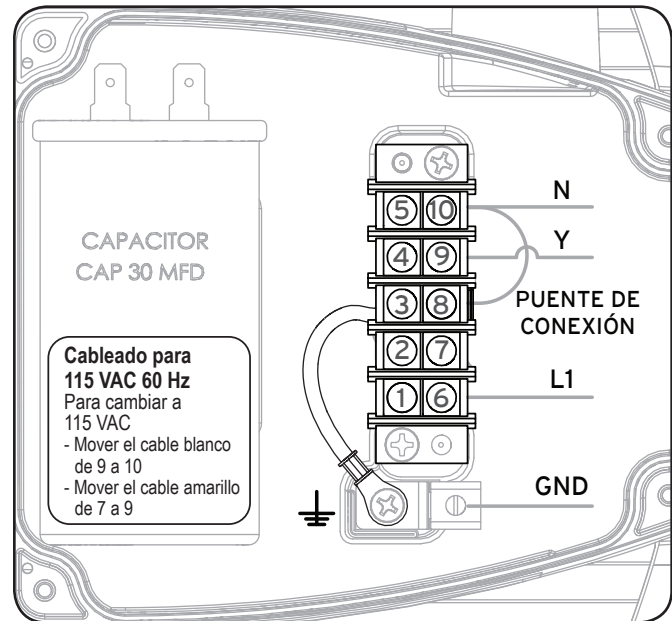

Figura 6. Cableado para 115 VAC
3. Vuelva a conectar el cableado de fábrica y cablee el suministro de alimentación según Figura 6.
4. Fije el caño flexible al puerto de conexión del caño con un codo para caño de 1/2 pulg. o una conexión para caño similar. Ver Figura 6. Tenga cuidado para no dañar ni desgastar ninguno de los cables.